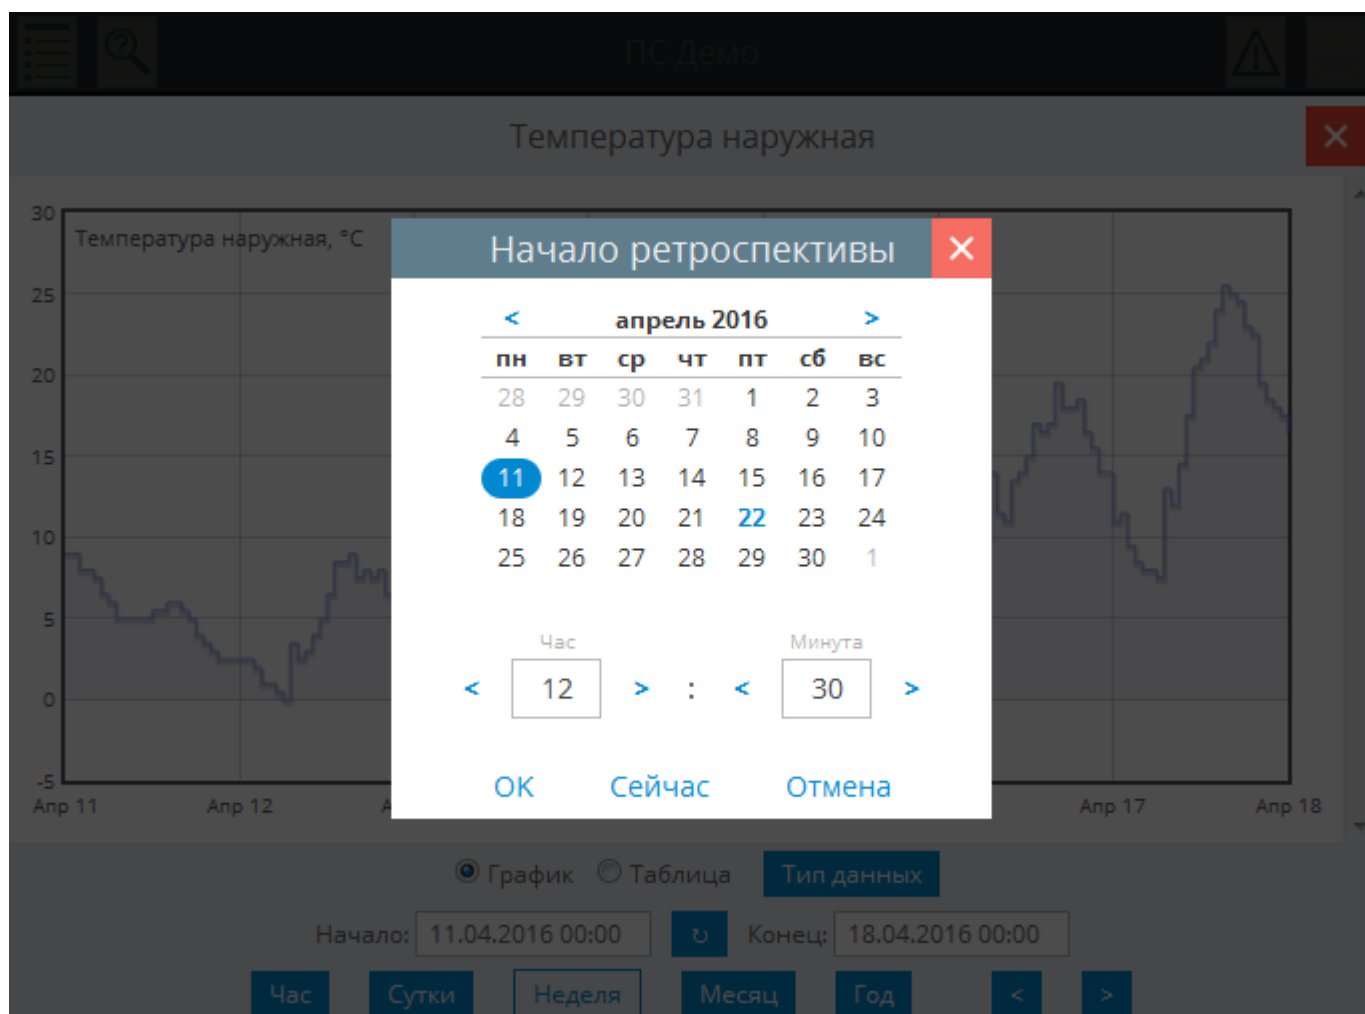

Рисунок 6.18 – Всплывающее окно выбора периода ретроспективы
- вручную выбрать период во всплывающем окне при нажатии на поля начала и конца выборки. Всплывающее окно аналогично окну при просмотре ретроспективы измерений (см. раздел 6.6 и рисунок 6.18);